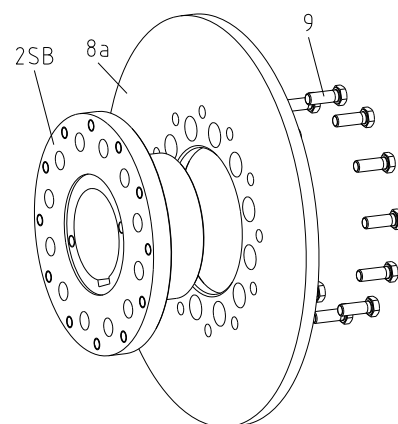

Bild 9
- Anslut bromsskiva (komponent 8a) till FN nav del 2SB (komponent 2SB) och drag åt hexagon skruvarna (komponent 9) till angivna moment se tabell 2 med moment nyckel (se bild 9).